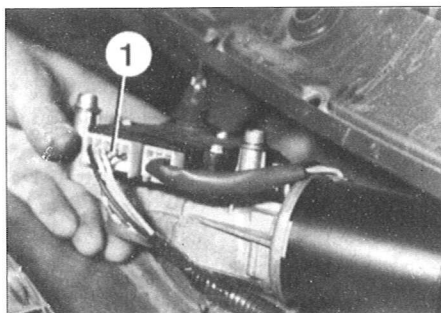

Fig. 98
- Desmontar o motor do limpa pára-brisas (Fig. 98).